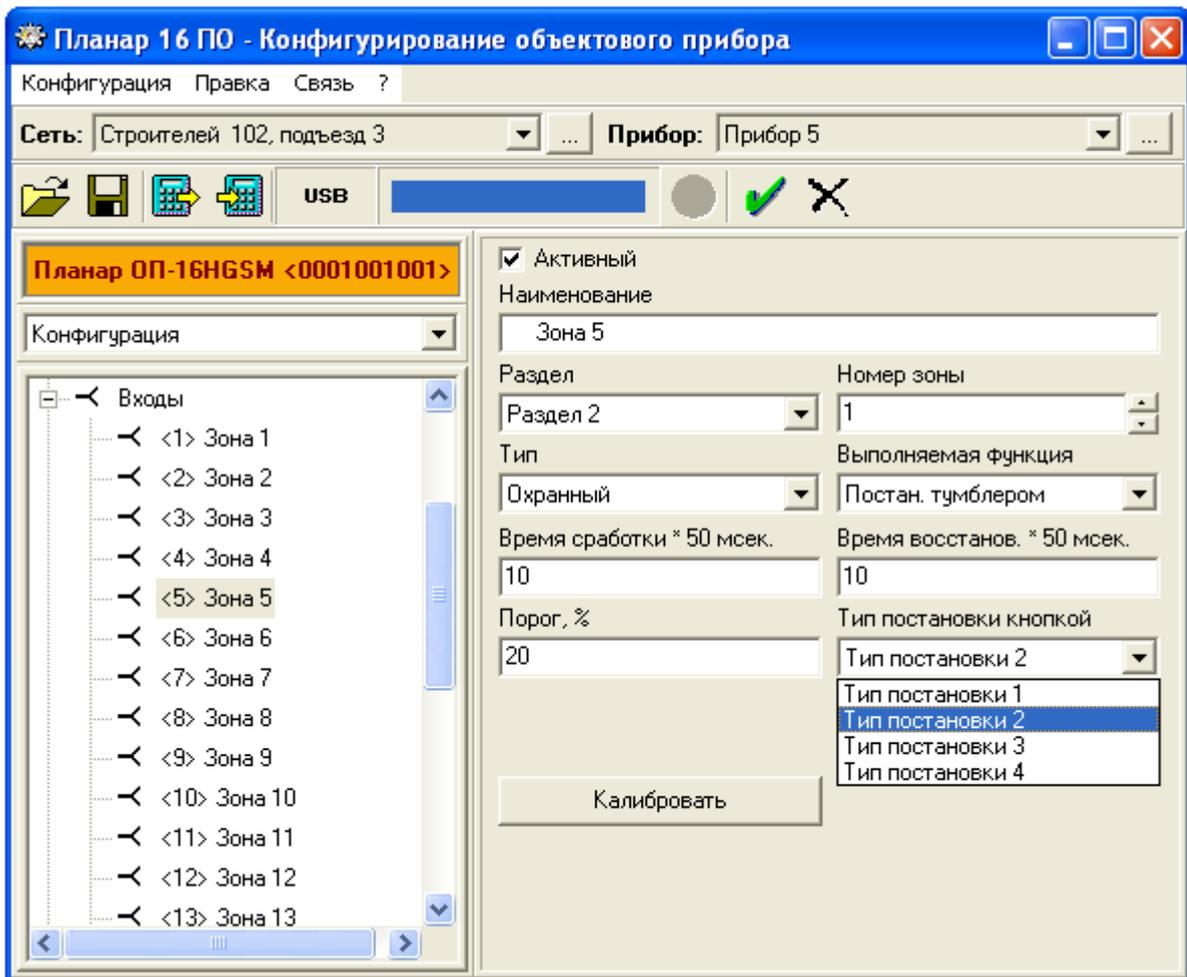

Рис. 12.20 Постановка кнопкой
12.2.9.4 Типовое окно программы конфигурирования объектового прибора при программировании типа постановки кнопкой показано на рис.12.20.